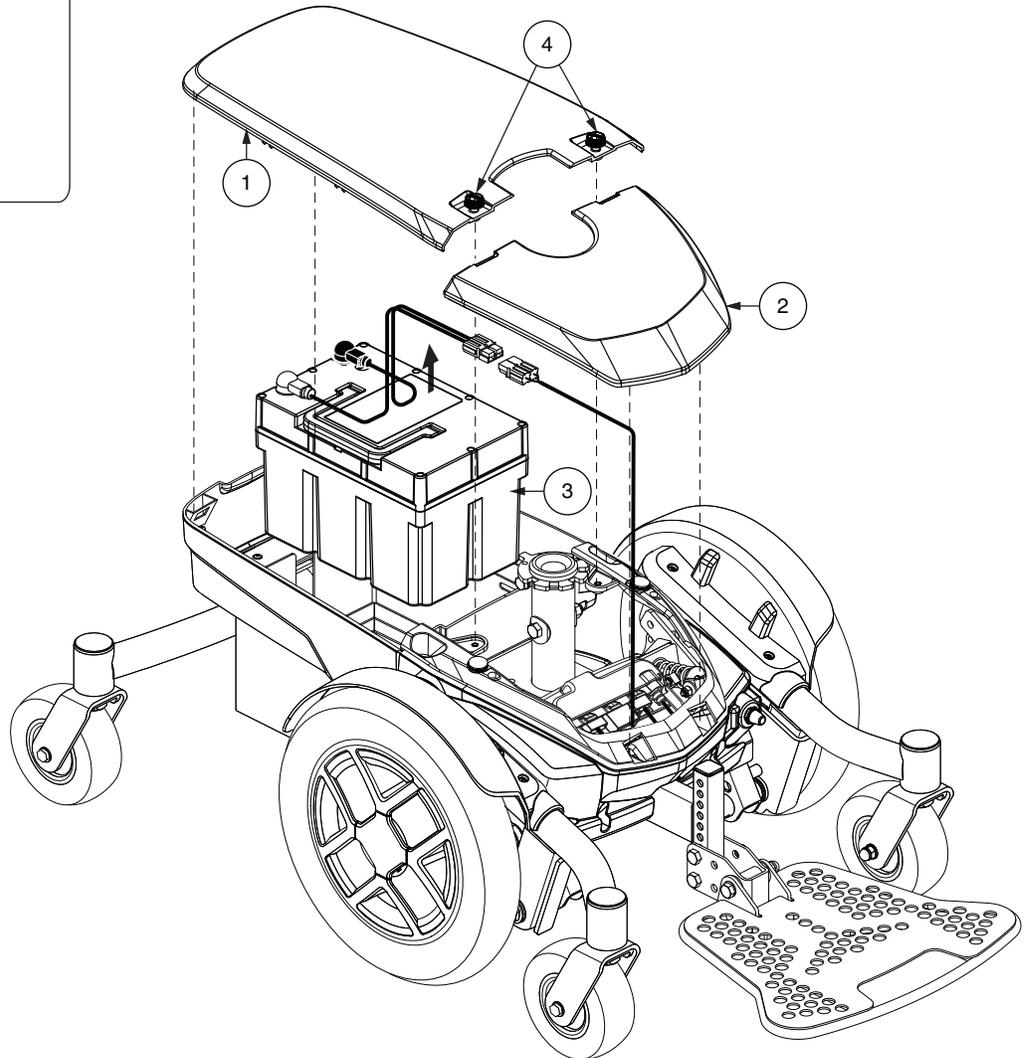

Figura 25. Instalación de batería de litio (sin el asiento para mayor claridad)
5. Si está equipado con dos (2) baterías SLA, desconecte el arnés de la batería trasera de la base de alimentación y retire la batería. Deslice la batería delantera hacia atrás, desconecte el arnés de la batería delantera de la base de alimentación y retire la batería delantera. Ver figura 24. Si está equipado con una batería de litio, desconecte los arneses de la batería y extráigala. Ver figura 25.
8. Para instalar una batería de litio nueva, coloque la batería en la base de alimentación. Asegúrese de que los terminales estén orientados hacia la parte posterior de la base de alimentación. Ver figura 25. Conecte el arnés de la batería trasera a la base de alimentación.